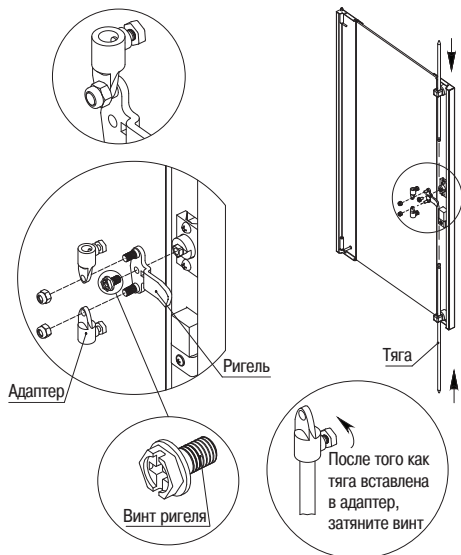

Рисунок 11 – Сборка дверей
3.3.3 Закрепите ригель на замке с помощью болта. Наденьте адаптеры на стержни ригеля, закрепите гайками. Вставьте тяги в адаптеры, притяните болты на адаптерах (рисунок 11).